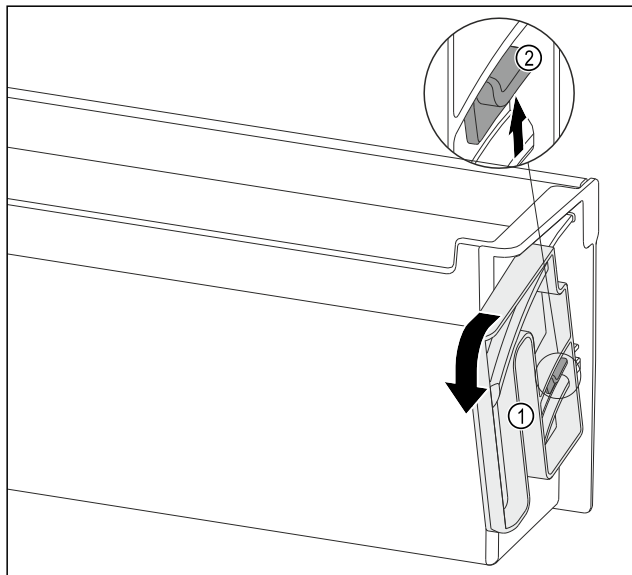

Fig. 141
- Tourner l'unité de rotation Fig. 141 (1) dans le sens indiqué jusqu'en butée.
- Pousser la languette Fig. 141 (2) vers le haut et retirer l'unité de rotation Fig. 141 (1).